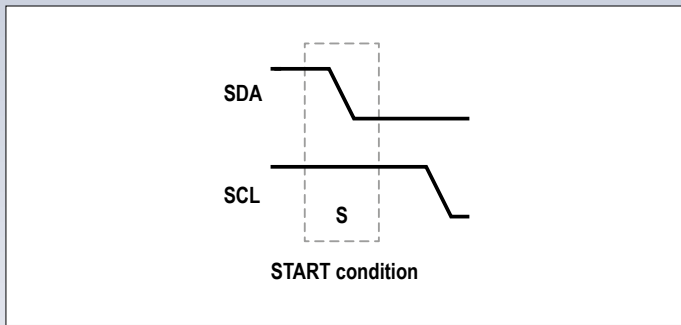

Figure 4. Pour démarrer une communication, il faut remplir la condition de *START*.
1. Pour lancer la transmission, le maître abaisse d'abord la ligne de données SDA, puis celle d'horloge SCL (**figure 4**). Cette séquence s'appelle la condition de départ, *START condition*.
Figure 4. Analyse d'un signal modulé en amplitude avec l'analyseur de forme d'onde synthétique (SWA). Les valeurs du taux de modulation et des fréquences de la porteuse et de la modulation peuvent être entrées comme paramètres.
L'analyseur utilise une bibliothèque libre appelée *NCalc* [4] pour évaluer et analyser la formule entrée. Après avoir entré cette formule et appuyé sur le bouton **Parse**, les paramètres seront affichés comme champs d'entrée sous la fenêtre contenant la formule (**figure 4**). Ces paramètres seront utilisés pour évaluer la formule pour chaque échantillon (bouton **Evaluate**). Les résultats sont montrés dans les domaines temporel et fréquentiel.